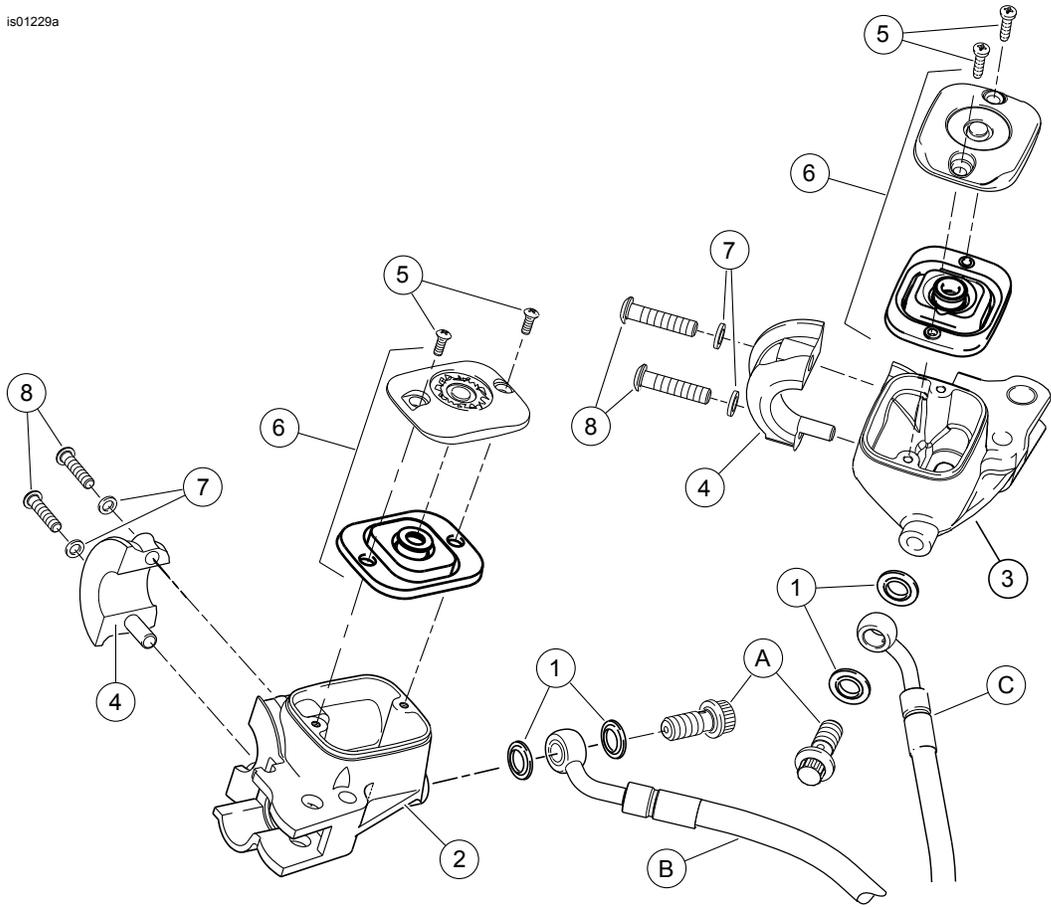

Abbildung 11. Ersatzteile: Geberzylinderbehältersatz, verchromt
- Siehe Abbildung 11. Neues Hauptbremszylinder/-behälter-Gehäuse (2) aus dem Satz bereitlegen. Neues Hauptbremszylindergehäuse, Abdeckung und Deckeldichtung mit Brennspiritus oder Bremsflüssigkeit gemäß den Anweisungen im Werkstatthandbuch reinigen. Bei Bedarf austauschen. Nicht mit Mineralöl oder anderen Lösungsmitteln verunreinigen. Mit einem sauberen, fusselfreien Tuch trocken reiben.
- Siehe Abbildung 11. Die Bohrungen der Lenkerschelle (4) auf die Bohrungen in der Hauptbremszylinder-Baugruppe ausrichten und die Schrauben (8) mit flachen Unterlegscheiben (7) eindrehen. Nach Fahrerwunsch positionieren. Mit der oberen Schraube beginnend die Schrauben festziehen.
- Siehe Abbildung 11. Die Hohlsschraube und zwei **neue** Stahl/Gummiunterlegscheiben (1) aus dem Satz verwenden. Die Hydraulikleitung am Geberzylinderbaugruppe mit der Hohlsschraube einbauen, die Unterlegscheibe an beiden Seiten ausrichten. Die Hohlsschraube anziehen.
Siehe Abbildung 11 und Tabelle 1.